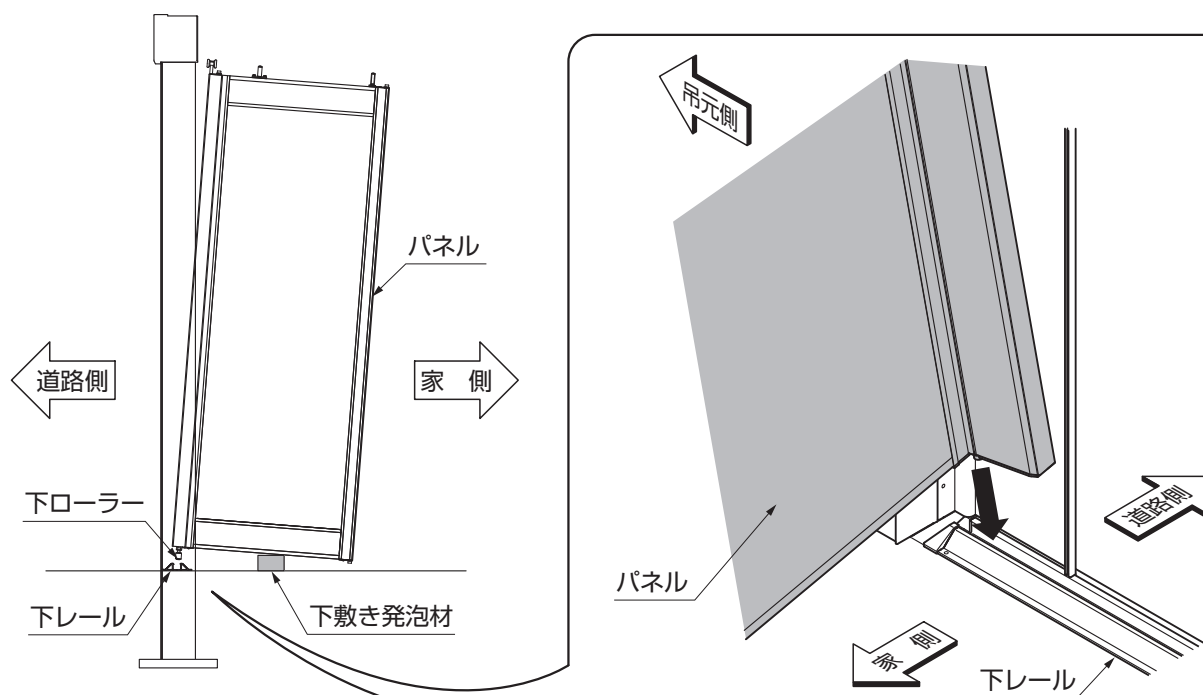

図9-9
① パネルを折りたたんだ状態で、吊元側の下レールに下ローラーを静かに入れてください。(図9-9参照)